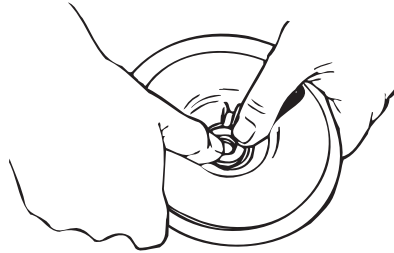

Figura 20 – Sello Montado a Presión
2. Coloque la arandela de cartón limpia en la cara del sello. La cara pulida del asiento de cerámica deberá estar arriba. Aplicando presión con los dedos pulgares, presione firmemente la mitad del sello de cerámica para encuadrarla en la cavidad del sello en el dissipador de calor de cobre (véase la Figura 20). Si el sello no se asienta correctamente, retírelo, y coloque el sello en el banco con la cara orientada hacia arriba. Limpie nuevamente la cavidad. El sello, ahora deberá asentarse correctamente.